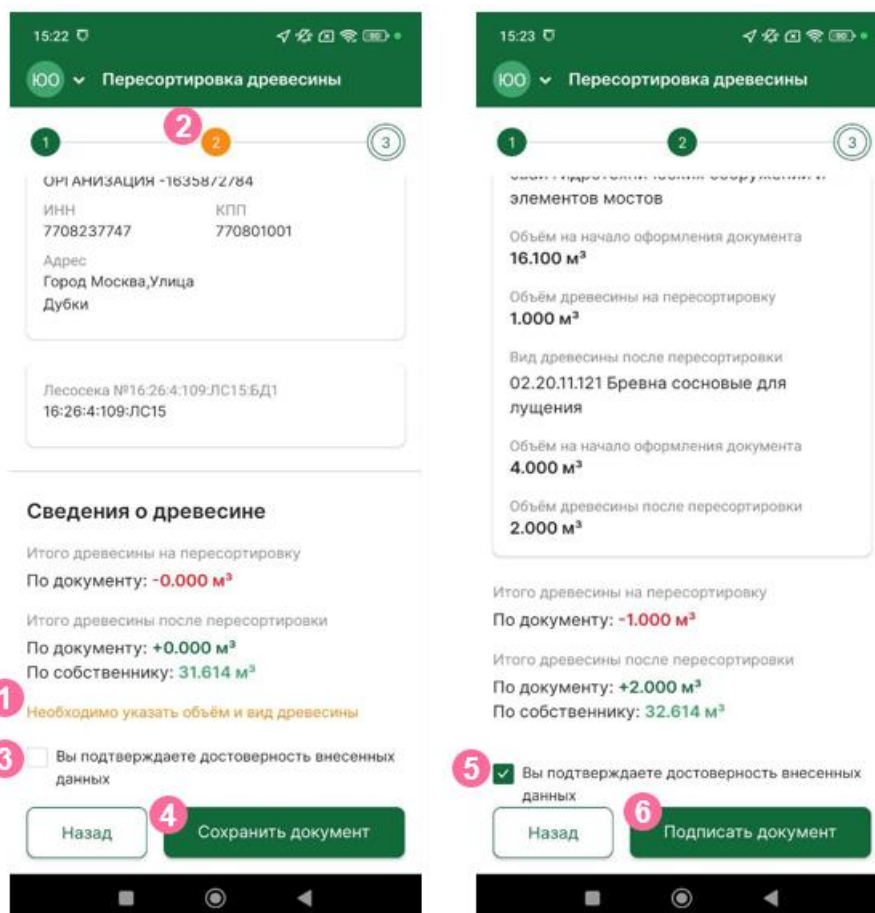

Рисунок 30 – Сохранение и подтверждение вносимых сведений
- 1 Если при оформлении документа была допущена блокирующая ошибка, уведомление об этом будет отображено на экране шага 3 (рисунок 30).